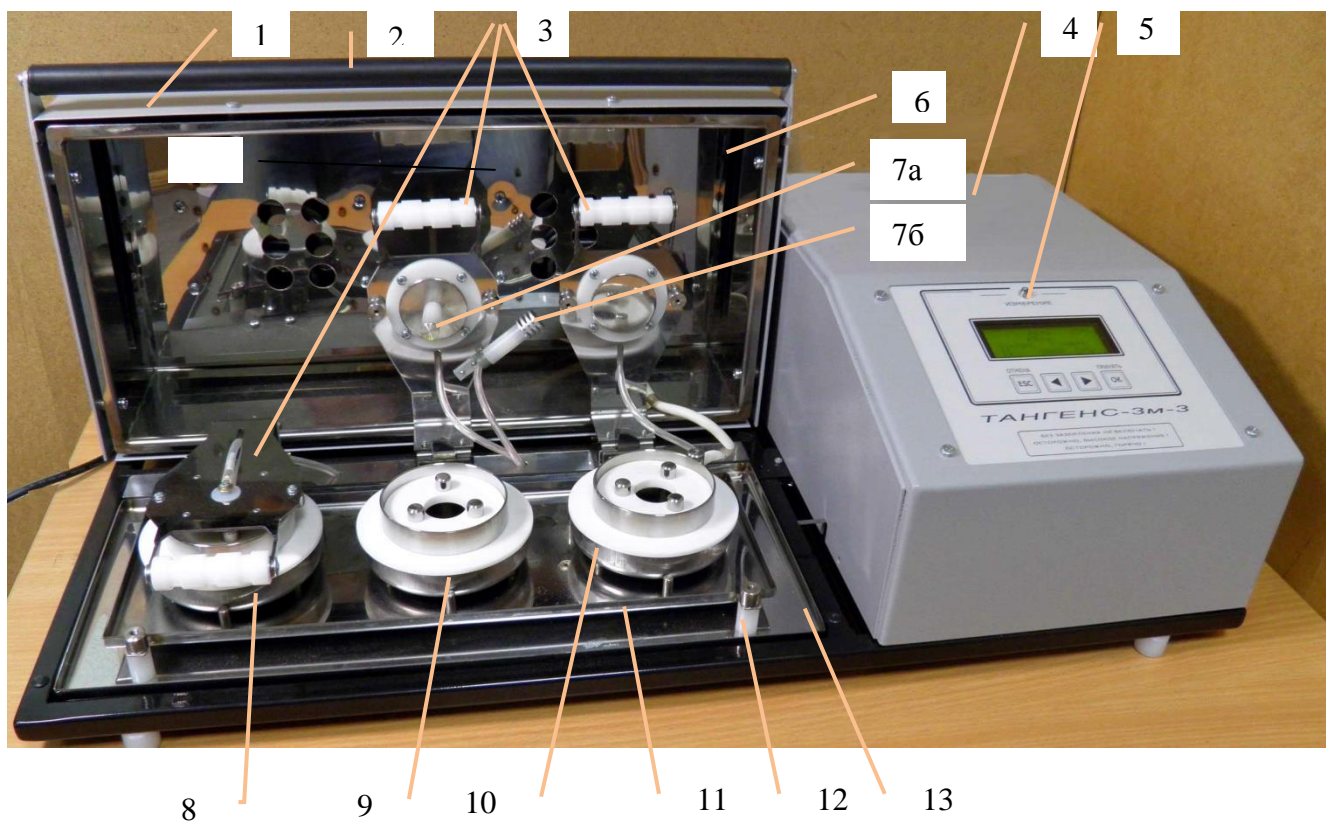

Рисунок 2. Прибор «ТАНГЕНС 3М-3-МОЛНИЯ». Внешний вид с открытой крышкой.
- 2.4.1 Открыть крышку термостата блока 1 рис.2.
2.4.2 Поднять три контактных прижима 3 рис. 2 и установить их вертикально.
В общем случае количество установленных в прибор измерительных ячеек может быть от одной до трех. Ячейка, находящаяся в позиции №2, должна быть наполнена испытуемой жидкостью, что необходимо для корректной работы регулятора температуры термостата. Заполненные трансформаторным маслом ячейки установить на соответствующие места термостата блока основного и опустить контактные прижимы на каждую ячейку (рис.2).